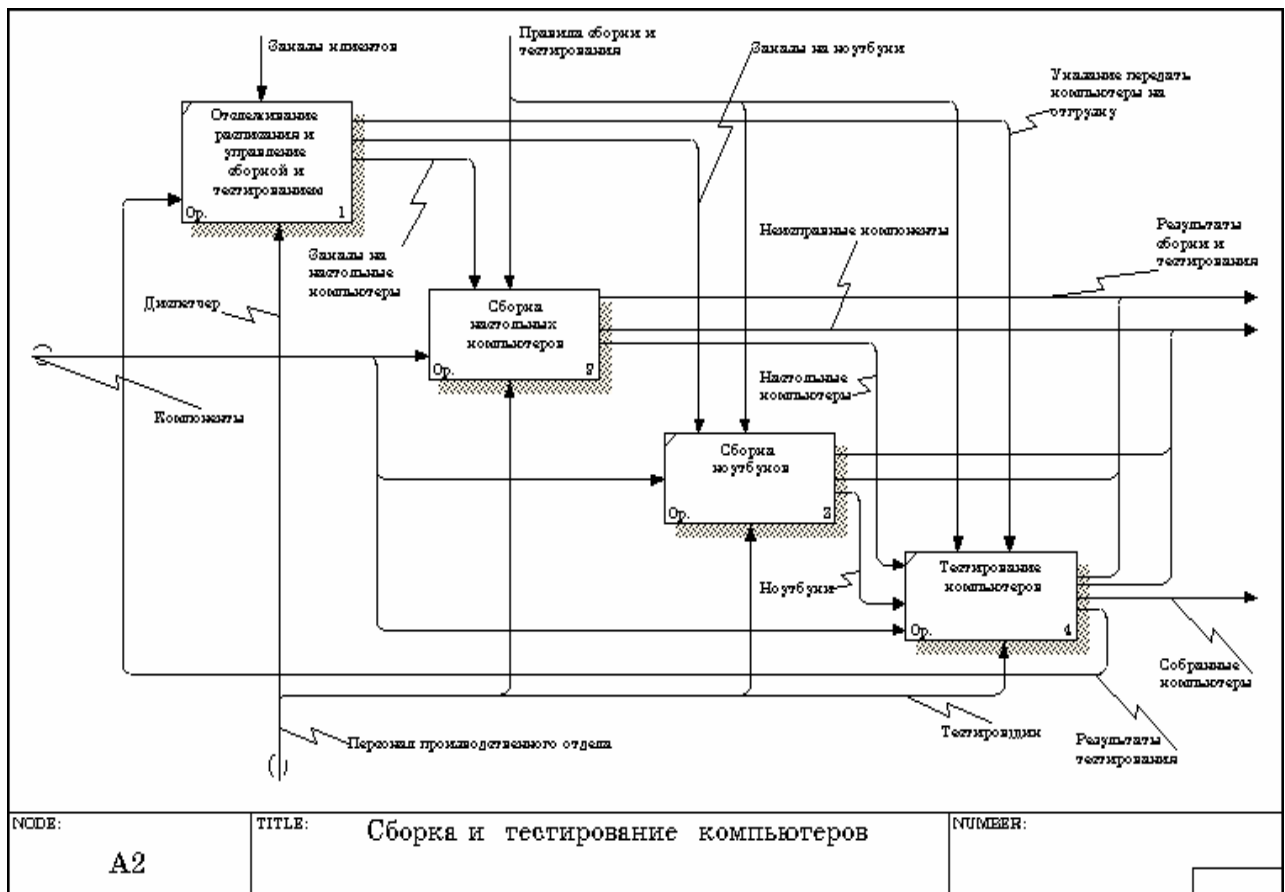
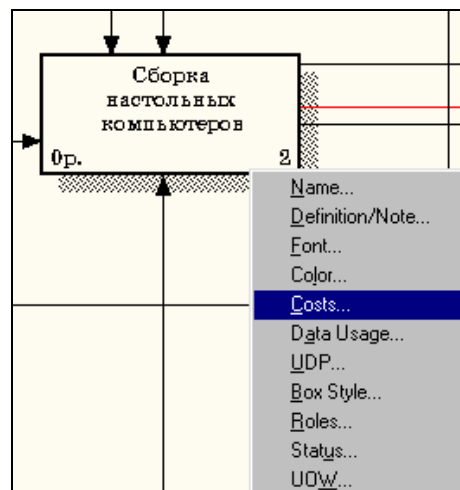

Рисунок 10.6 – Диаграмма A2
Рисунок 10.7 – Выбор в контекстном меню опции *Cost*
6. Для назначения стоимости работе "Сборка настольных компьютеров" следует на диаграмме A2 (рисунок 10.6) щелкнуть по ней правой кнопкой мыши и выбрать в контекстном меню *Cost* (рисунок 10.7).